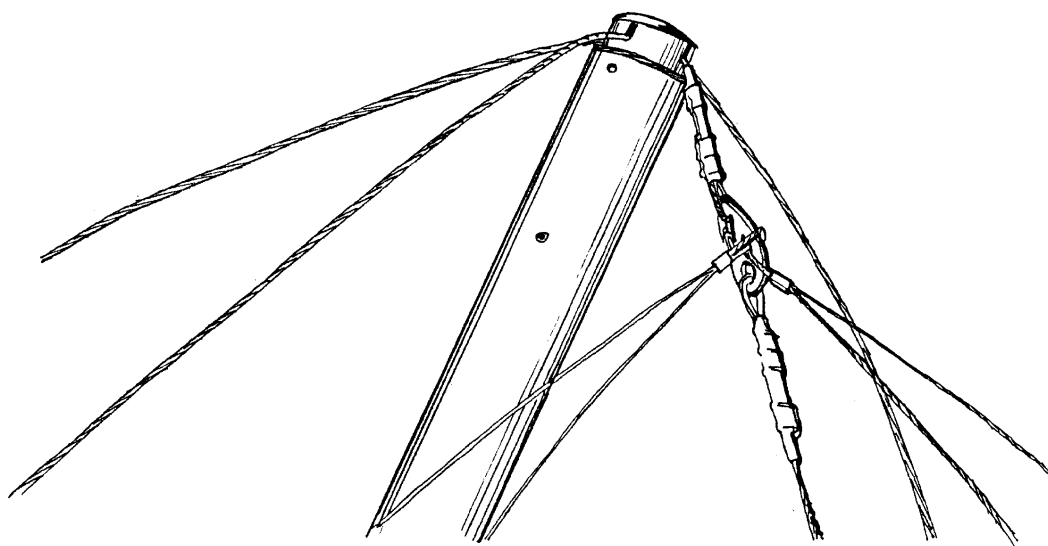

Рис.11
2.2.7. Поднимите мачту и закрепите карабин заднего верхнего троса с тросами АПУ в петле верхнего троса. (Рис.11). Трос с карабином натягивается с усилием, поэтому необходимо приподнять заднюю кромку обшивки, чтобы была возможность зафиксировать карабин на петле тросового поводка. Проверьте, чтобы карабин не был перевернутым и троса АПУ не были перекрученными.